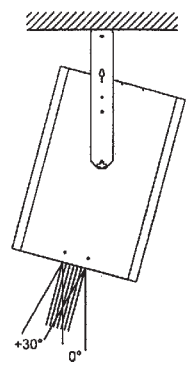

fig 2
4. Поднимите завесу вместе с монтажными скобами и закрепите ее. При необходимости завеса разворачивается на направляющих под нужным углом. После установки затяните детали крепежа (Рис. 2.).